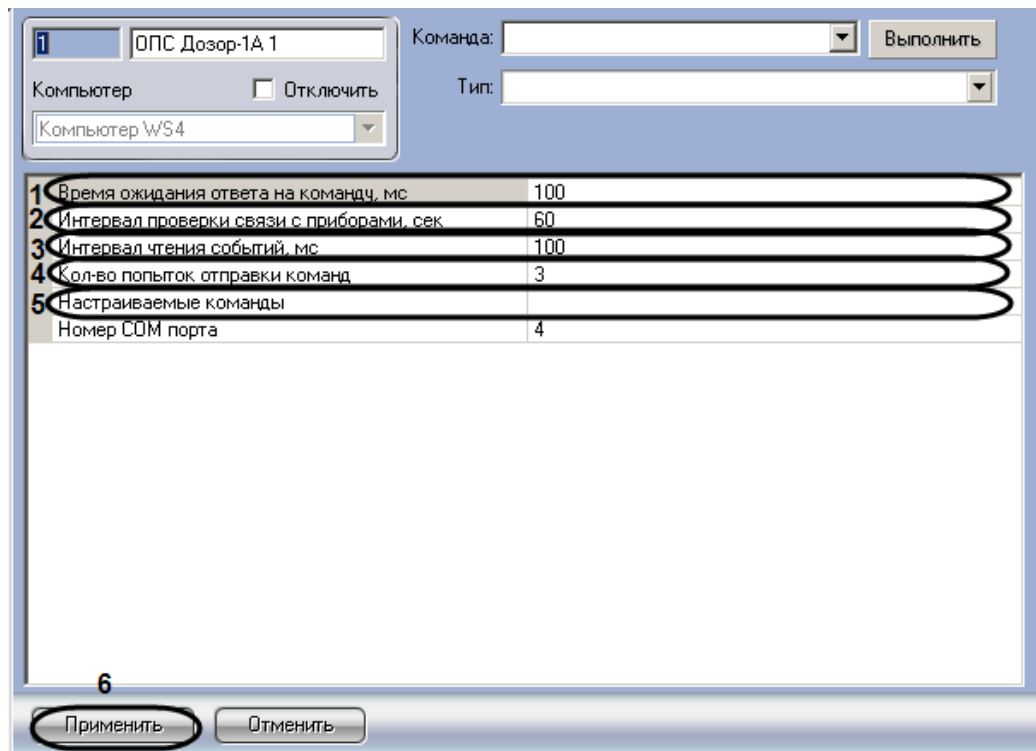

Рис. 3.3—1 Панель настроек объекта ОПС Дозор
1. Перейти на панель настроек объекта **ОПС Дозор-1А** (Рис. 3.3—1).
2. В поле **Время ожидания ответа на команду, мс** необходимо ввести время в миллисекундах, в течение которого будет ожидаться ответ на команду (см. Рис. 3.3—1, 1).
3. В поле **Интервал проверки связи с приборами, сек** необходимо ввести период времени в секундах, в течение которого прибор опрашивает состояние других устройств на наличие с ними связи (см. Рис. 3.3—1, 2).